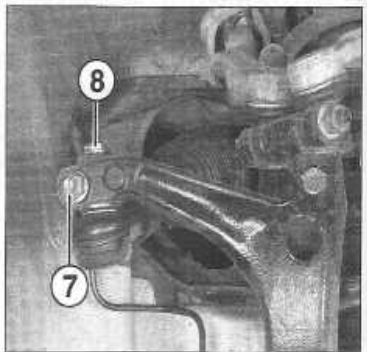

Figure 5-4
- De chaque côté, déposer les vis de bridage (7) et celle de la rotule de direction (8) puis désaccoupler celle-ci du pivot à l'aide d'un extracteur (figure 5-4).